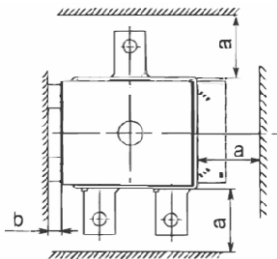

Рисунок 3. Минимально допустимые расстояния до проводящих частей НКУ
4.2 Монтаж устройств осуществляется на монтажной панели или профилях в НКУ со степенью защиты по ГОСТ 14254 не ниже IP30. При монтаже должны обеспечиваться минимально допустимые расстояния до проводящих частей НКУ (рисунок 3).